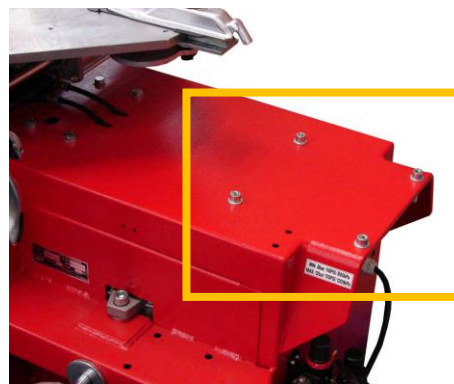

Figura 05
- Localize o local para a instalação da coluna na desmontadora (Figura 05);